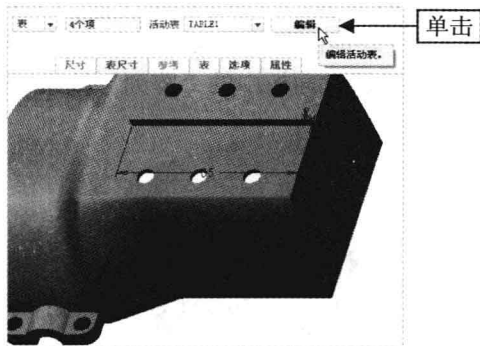

图 7-49 单击“编辑”按钮
Step 03 按住【Ctrl】键的同时，依次选取模型中的所有尺寸，在“阵列”操作面板中，单击“编辑”按钮，如图 7-49 所示。